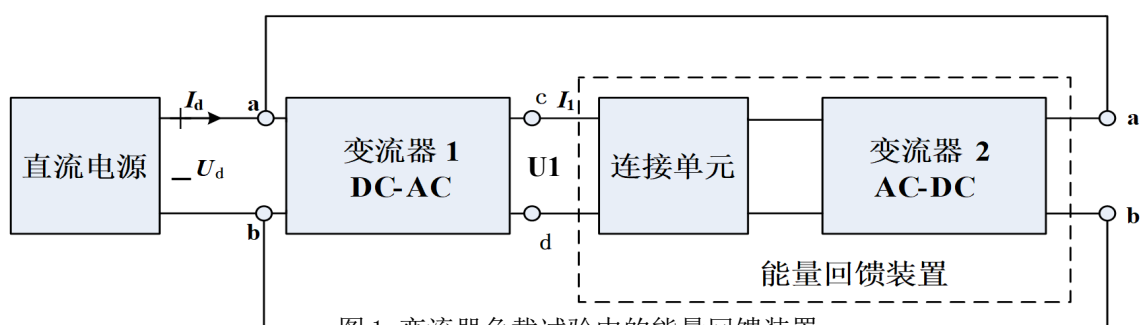

图 1 变流器负载试验中的能量回馈装置
设计并制作一个变流器及负载试验时的能量回馈装置，其结构如图 1 所示。
(1) 变流器 1 输出端 c、d 仅连接电阻性负载，变流器 1 能输出 50Hz、25V±0.25V、2A 的单相正弦交流电。(20 分)
(2) 在要求 (1) 的条件下，变流器 1 输出交流电的频率范围可设定为 20Hz~100Hz，步进 1Hz。(15 分)
(3) 变流器 1 与能量回馈装置按图 1 所示连接，系统能实现能量回馈，变流器 1 输出电流 $I_1 = 1A$ 。(20 分)
(4) 变流器 1 与能量回馈装置按图 1 所示连接，变流器 1 输出电流 $I_1 = 2A$ ，要求直流电源输出功率 P_d 越小越好。(35 分)
(5) 其他。(10 分)
(6) 设计报告(20 分)
- (1) 图 1 所示的变流器 1 及能量回馈装置仅由直流电源供电，直流电源可采用实验室的直流稳压电源。
- (2) 图 1 中的“连接单元”可根据变流器 2 的实际情况自行确定。
- (3) 电路制作时应考虑测试方便，合理设置测试点。
- (4) 能量回馈装置中不得另加耗能器件。
- (5) 图 1 中，a、b 与 c、d 端应能够测试，a、c 端应能够测量电流；c、d 端应能够断开，另接其他阻性负载。